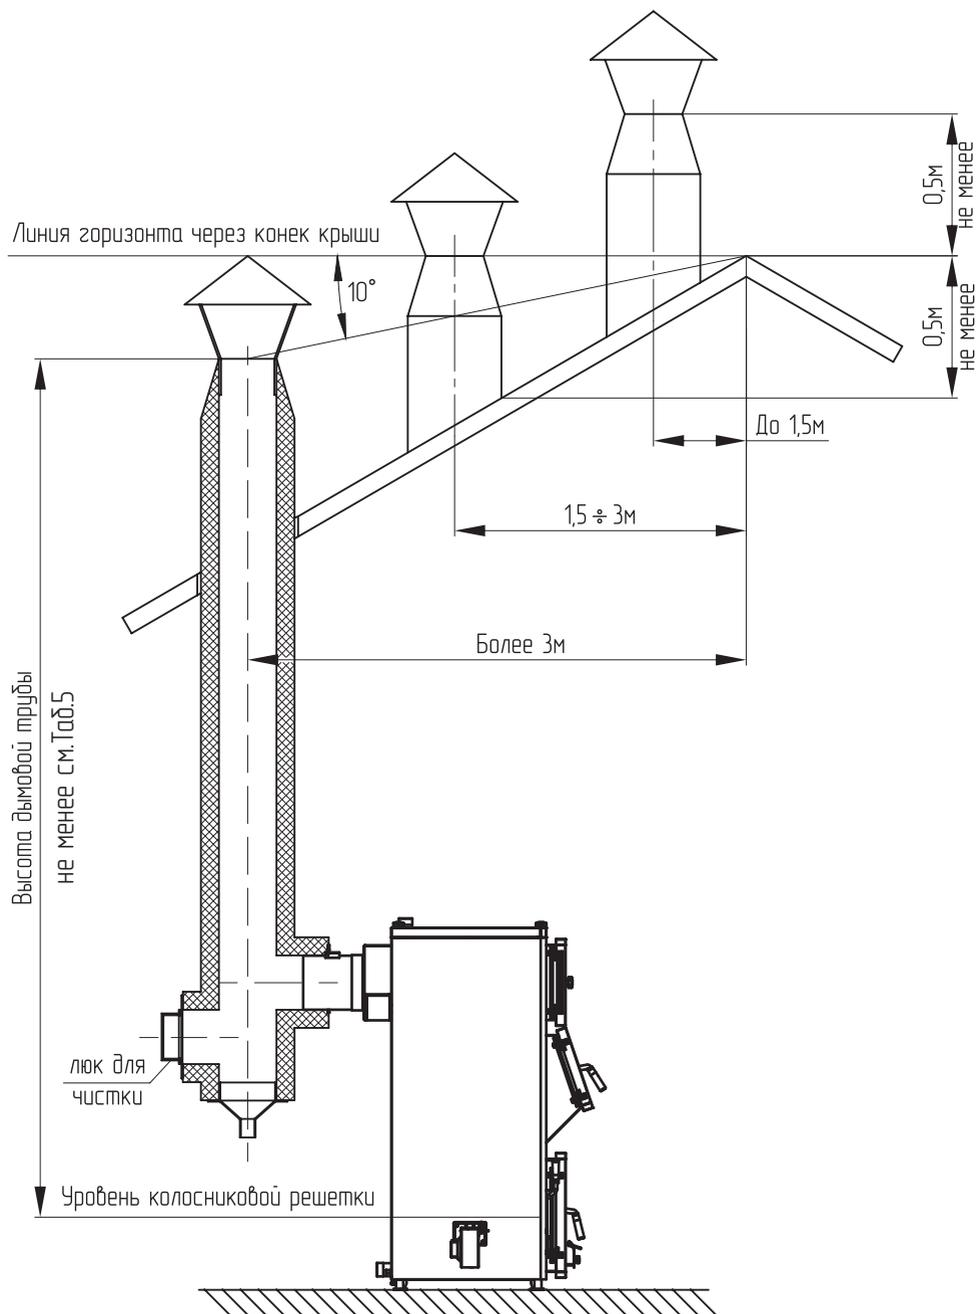

Рис.7 Варианты установки дымовой трубы для котла ZOTA Magna
- Высоту дымовой трубы над крышей (в зависимости от расстояния ее до конька крыши) выполнить, в соответствии с **Рис.7**.